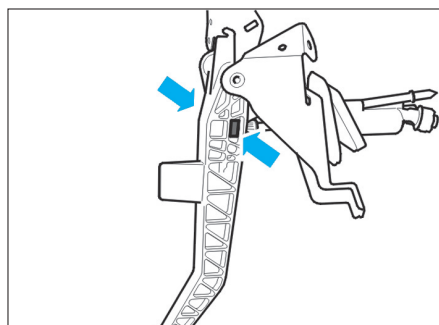

FIG. 18
- Presser les goupilles de verrouillage du coussinet sphérique (une de chaque côté de la tige de la pédale) (Fig.18).